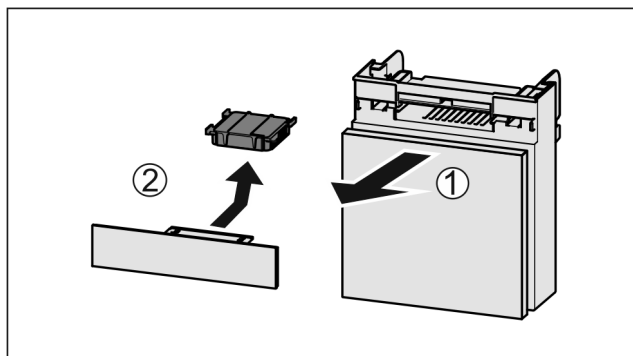

Fig. 80
- ▶ Zásuvku vytáhněte dopředu Fig. 80 (1).
- ▶ Filtr s aktivním uhlím vyjměte Fig. 80 (2).